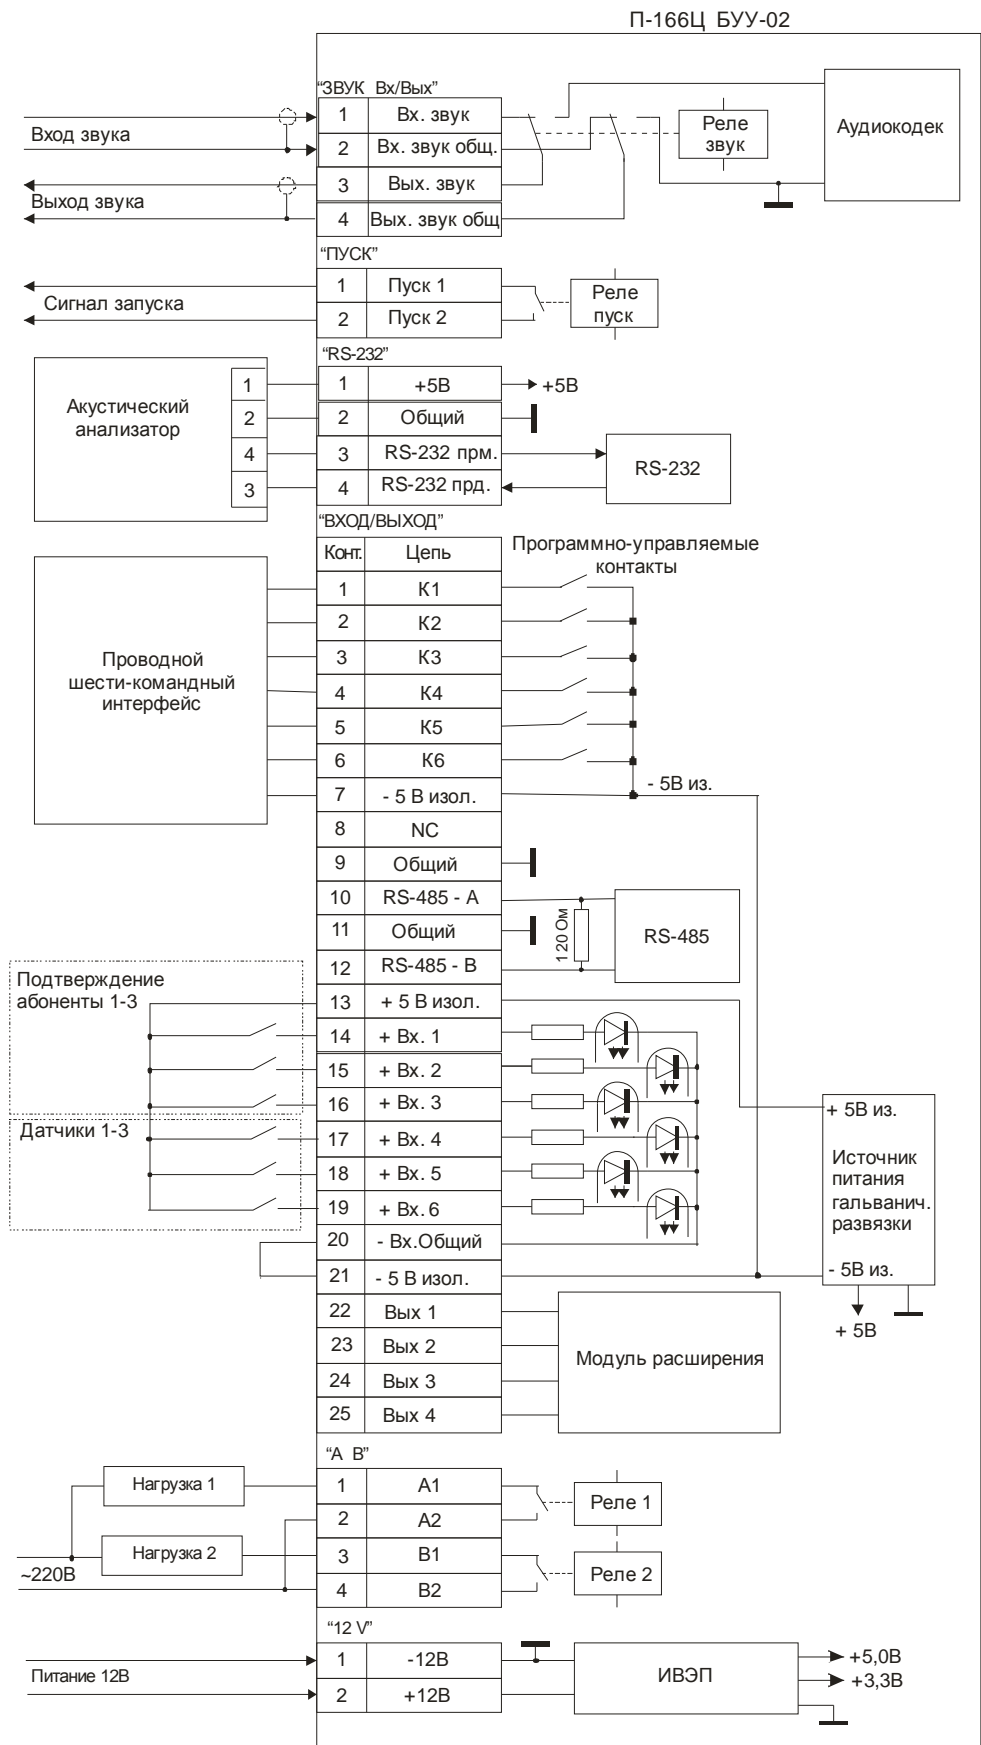

Рисунок 1.3
1.4.2.6 Соединитель «ЗВУК Вх/Вых» (см. рисунок 1.3) представляет собой съемную клеммную колодку и предназначен для подключения входного звукового сигнала («ЗВУК Вх») и выхода аудиокодека («ЗВУК Вых»). Переключение сигнала происходит при помощи группы программно-управляемых контактов, адресуемых как абонент №3 или индивидуальный комплект № 3 (ИК-3).
1.4.2.7 Соединитель «ПУСК» (см. рисунок 1.3) предназначен для подачи сигнала запуска на оконечное устройство путем замыкания программно-управляемых контактов «Пуск 1» и «Пуск 2». При работе блока в составе П-166Ц КТСО данные контакты замыкаются при рабочем запуске сеанса оповещения вне зависимости от того, какие абоненты задействованы в данном сеансе, и находятся в замкнутом состоянии в течении всего сеанса. При запуске без включения оконечных устройств данные контакты находятся в разомкнутом состоянии.
1.4.2.8 Соединитель «RS-232» (см. рисунок 1.3) предназначен для подключения к блоку внешних устройств (в том числе акустического анализатора) по интерфейсу RS-232.
1.4.2.9 Соединитель «ВХОД/ВЫХОД» (типа DB-25, см. рисунок 1.3) предназначен для подключения входных и выходных сигналов.
1.4.2.10 Соединитель «А В» (см. рисунок 1.3) представляет собой съемную клеммную колодку и предназначен для коммутации двух независимых нагрузок напряжением до 220 В, 10 А. При работе блока в составе П-166Ц КТСО данная группа контактов адресуется как абоненты 1 и 2.
1.4.2.11 Соединитель «12 V» (см. рисунок 1.3) представляет собой съемную клеммную колодку и предназначен для подключения блока питания.
1.4.3.2 При работе в составе системы оповещения, реле 1 (см. рисунок 1.3) выполняет функции 1-го абонента, реле 2 – второго абонента. Данные абоненты имеют тип «СИРЕНА» и могут работать в непрерывном и прерывистом режиме. Третий абонент имеет тип «РТУ» и использует группы переключающих контактов реле «Звук» для переключения сигнала на звуковой выход контроллера для воспроизведения речевого сообщения, поступающего с пульта управления по IP-сети.